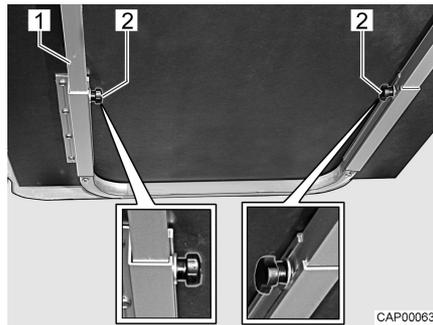

Bild 27 Hängetisch verschieben/vergrößern
- Rändelschrauben (Bild 27,2) lösen.
- Tischplatte vorn leicht anheben und bis zum Anschlag herausziehen. Tischverlängerung (Bild 27,1) ist ganz ausgezogen.
- Tischplatte vorn leicht anheben und bis zum Anschlag zurückschieben. Tischverlängerung (Bild 27,1) ist ganz eingeschoben.